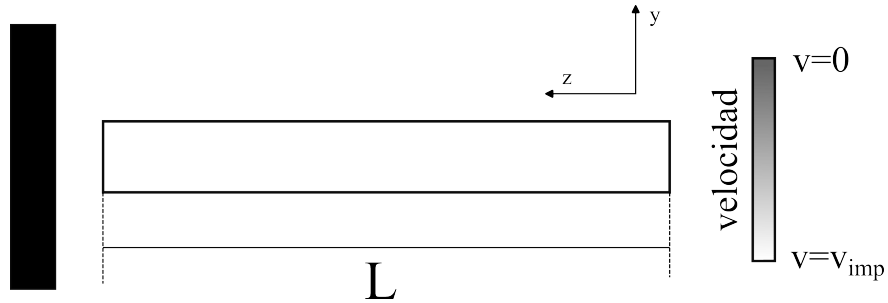

Figura 5: Barra a velocidad  $v_1$  contra pared rígida
5. Una barra cilíndrica de un material cuya densidad es  $\rho_1$ , módulo de elasticidad  $E_1$  y longitud  $L_1$  viaja a una velocidad  $v_1$ . La barra impactará contra una pared rígida tal y como se puede ver en la figura 5.